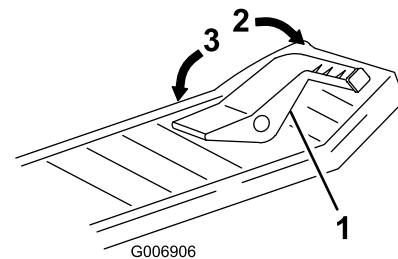

Figure 14
- Posez le pied sur la pédale de déplacement et appuyez progressivement sur le haut de la pédale pour avancer ou sur le bas pour faire marche arrière (Figure 14).